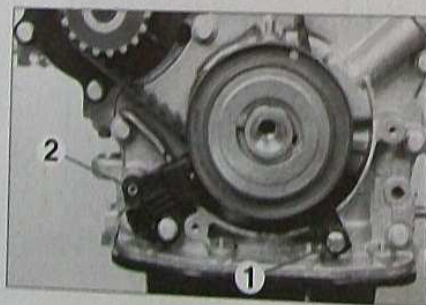

FIG.4
Déposer le capteur de régime moteur (2) (Fig.4).
- l'équerre anti-décalage (1) (Fig.4) et serrer à 0,5 m.daN.
- le capteur de régime (2).